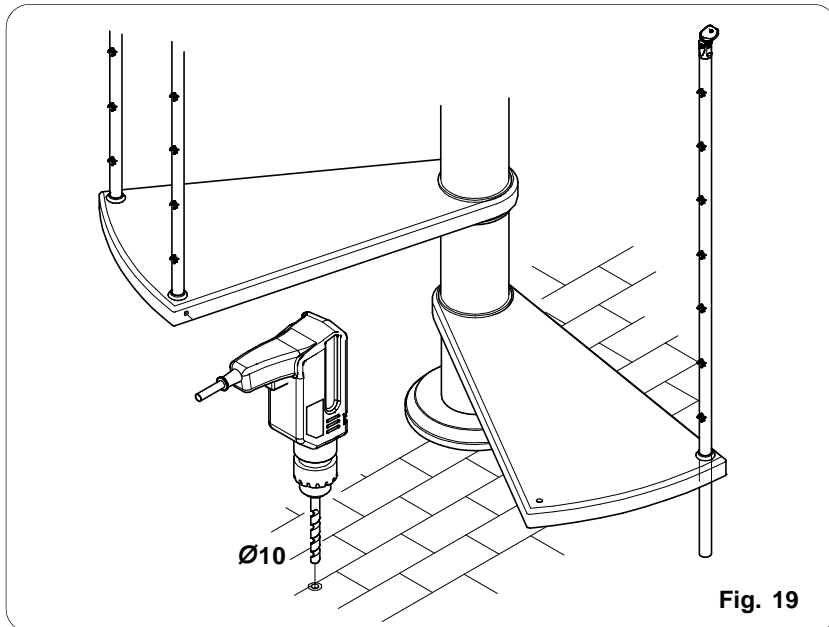

Fig. 19
- Pour percer facilement le point marqué précédemment, dévisser la vis de fixation de la colonne passante sous la première marche de manière à la libérer. (fig. 19)
Déplacer la marche (en la faisant pivoter) de manière à ne pas en être gêné, puis percer le sol en utilisant un foret de $\varnothing 10$. (fig. 19)